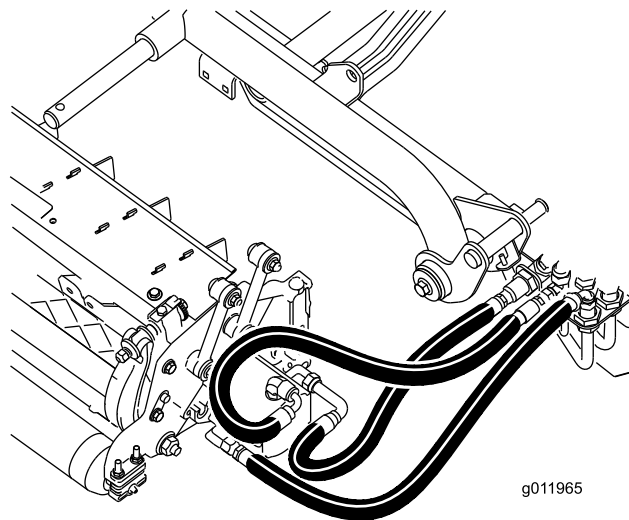

图21
**重要事项：** 确保软管没有任何扭曲或急弯，且后滚刀组软管的布置如图21中所示。提升滚刀组，并移到左侧（型号 03170）。后滚刀组软管不得与牵引索支架接触。必要时重新调整接头和/或软管的位置。